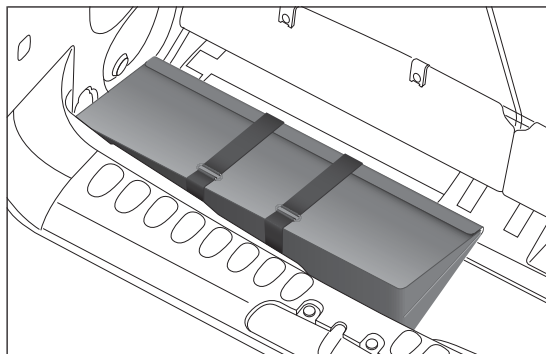

fig. 27
- ☐ Versiones 7 plazas: abrir el maletero y coger la bolsa de herramientas fig. 27;